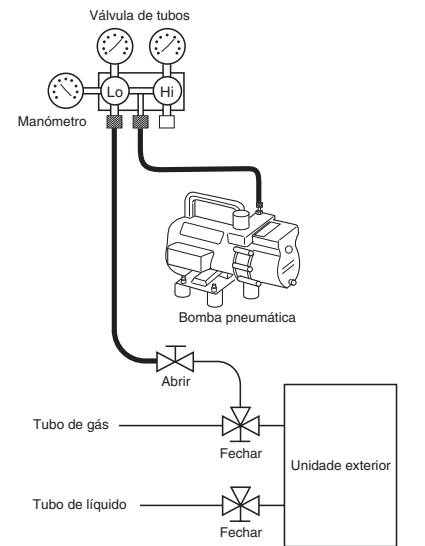

Fig. 8-4
- (1) Instale a extremidade do tubo flexível de carga descrito nos passos precedentes na bomba pneumática para evacuar a tubagem e a unidade interior. Certifique-se de que o botão "Lo" da válvula de tubos esteja aberto. Logo, coloque a bomba pneumática em funcionamento.
- (2) Quando o vácuo desejado for atingido, feche o botão "Lo" da válvula de tubos e apague a bomba pneumática. Certifique-se de que a pressão no manômetro esteja abaixo de -101 kPa (-755 mmHg, 5 Torr) após 4 a 5 minutos de funcionamento da bomba pneumática. (Fig.8-4)